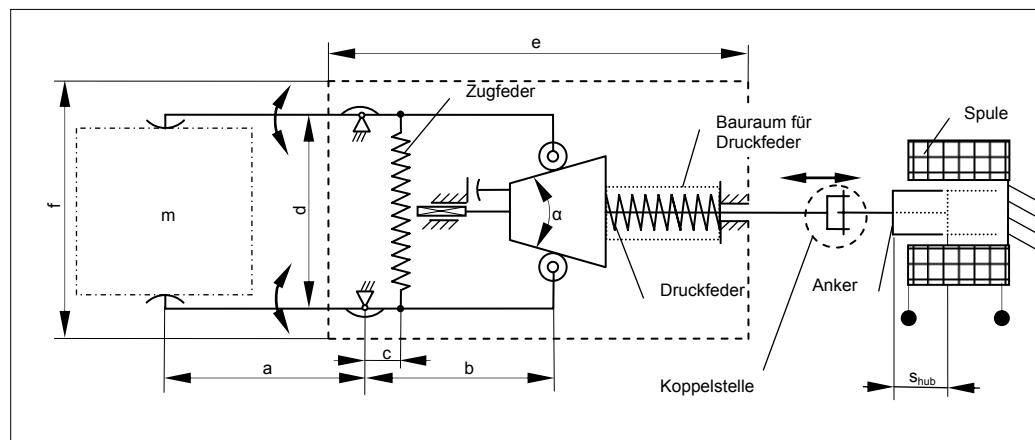

Bild 1: Greifer in Position „ZU“, (Draufsicht)
Zur Aufnahme der Werkstücke ist ein elektromagnetisch betätigter Zweifingergreifer zu entwerfen, dessen technisches Prinzip in Bild 1 dargestellt ist. Die geometrischen Randbedingungen sind entsprechend der Prinzipskizze einzuhalten.
- Das Maß  $d$  gibt die Länge der gespannten Zugfeder in der im Bild 1 dargestellten Position vor.